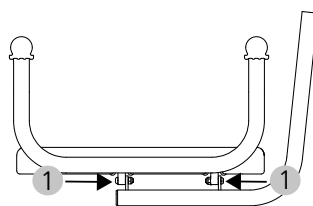

Abb. 3
2. Um die Rückenlehne zu montieren verschrauben Sie die Rückenrohre mit der den Aufnahmen auf der Produktunterseite (Abb. 3, 1). Verwenden Sie dafür das beiliegende Schraubenset.